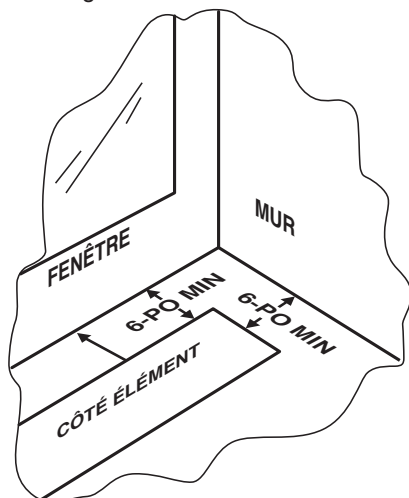

Figure 9 : Emplacement d'installation
2. Tous les côtés de l'appareil de chauffage doivent avoir un dégagement de 6 po par rapport au mur, au minimum. Note : le côté élément du chauffage est censé être le plus proche de la fenêtre. Voir figure 9.
2. Tous les côtés de l'appareil de chauffage doivent avoir un dégagement de 6 po par rapport au mur, au minimum. **Note** : le côté élément du chauffage est censé être le plus proche de la fenêtre. Voir figure 9.
2. Tous les côtés de l'appareil de chauffage doivent avoir un dégagement de 6 po par rapport au mur, au minimum. **Note :** le côté élément du chauffage est censé être le plus proche de la fenêtre. Voir figure 9.